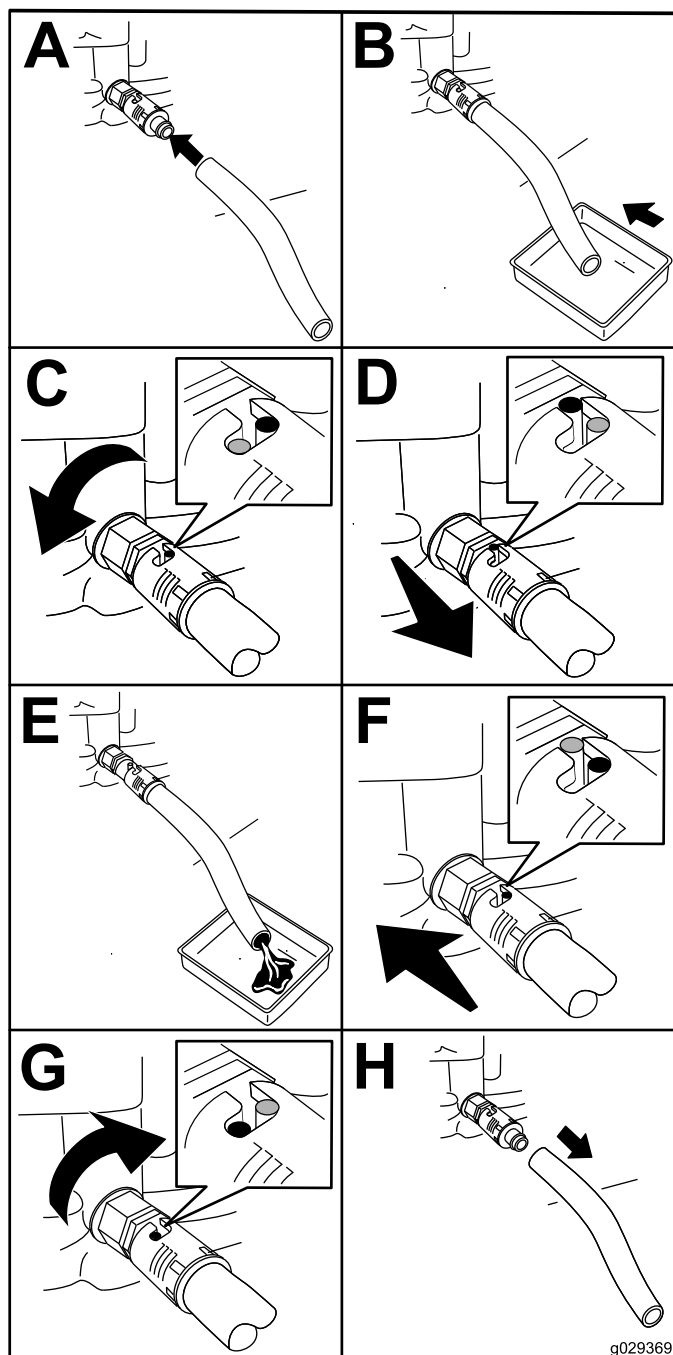

Figura 29
1. Montate il flessibile di spurgo sulla relativa valvola (Figura 29).
2. Posizionate l'altra estremità del flessibile (Figura 29) in una bacinella di spurgo della capacità di 1 litro.
3. Girate la valvola di spurgo dell'olio di 1/4 di giro in senso antiorario e lasciate spurgare completamente l'olio motore (Figura 29).
4. Girate la valvola di spurgo dell'olio di 1/4 di giro in senso orario per chiudere la valvola (Figura 29).
5. Rimuovete il flessibile di spurgo (Figura 29) e pulite eventuali fuoriuscite d'olio.